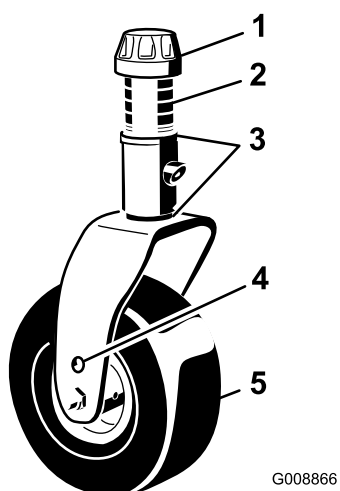

Figure 17
3. Enlevez le chapeau de tension de l'axe de pivot (Figure 17) et sortez l'axe du bras pivotant. Remplacez les 2 cales (3 mm) sur l'axe de pivot comme à l'origine. Elles sont requises pour que les plateaux de coupe soient parfaitement de niveau sur toute la largeur. Placez le nombre requis d'entretoises de 13 mm (voir le tableau ci-dessous) sur l'axe de pivot pour obtenir la hauteur de coupe voulue, puis ajoutez la rondelle.